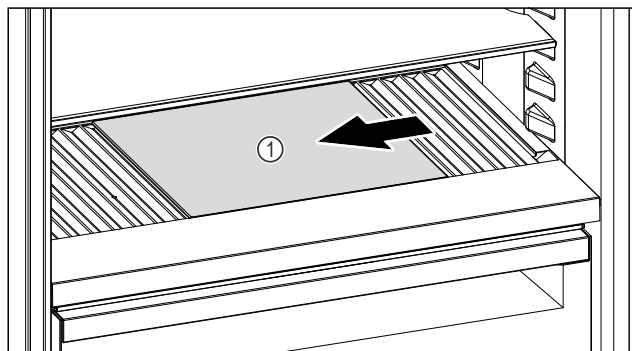

Fig. 252
- Przesunąć płytę szklaną Fig. 252 (1) w lewo, na środek lub w prawo.